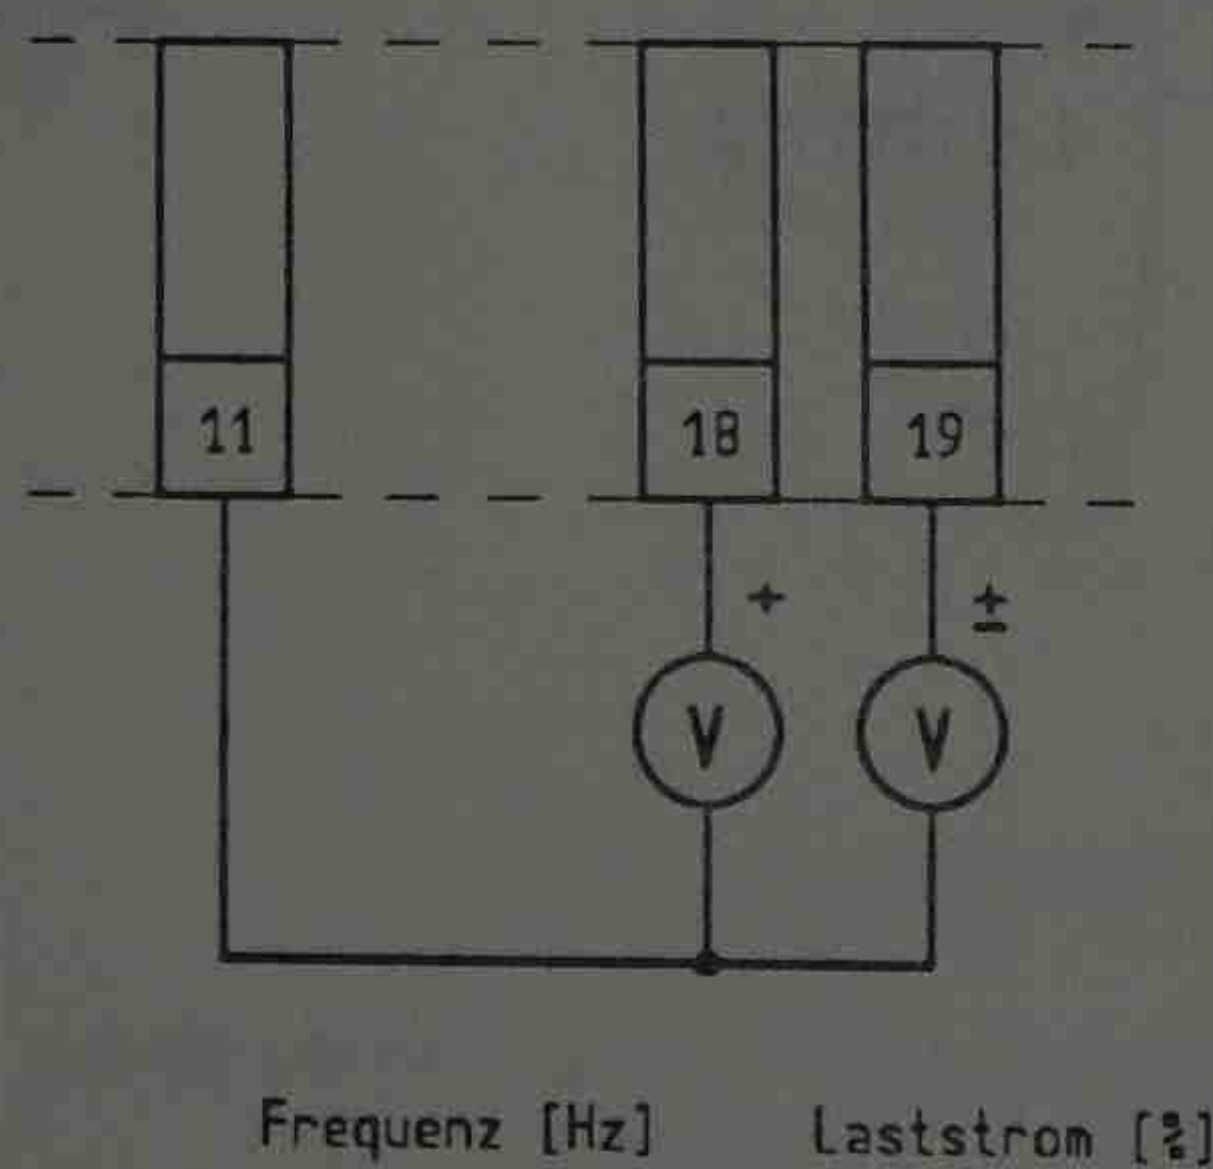

Bild 32
**Analoge Ausgabe:** Die analogen Ausgänge sind zur Anzeige der Ausgangsfrequenz und des Laststromes mit analogen Meßgeräten (10 V-Drehspulmeßgerät) vorgesehen. Die Meßgeräte sind entsprechend Bild 32 anzuschließen. Bei Betrieb mit Widerstandsschalter ist für Laststrommessung ein Meßgerät mit Nullpunkt in der Skalenmitte einzusetzen. Der Innenwiderstand der Meßinstrumente muß  $> 1 \text{ k}\Omega/\text{V}$  sein.